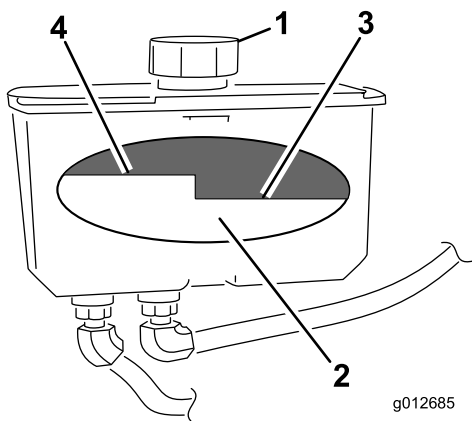

図 72
4. 油圧オイルタンクの注油口と首の周辺をきれいに拭く (図 72)。
5. 給油口からキャップを取る。タンクの中をのぞいてオイルの量を確認する (図 72)。
**注** オイルが暖かいときには、バッフルの一番上のレベルまでオイルがあることが必要です (図 72)。